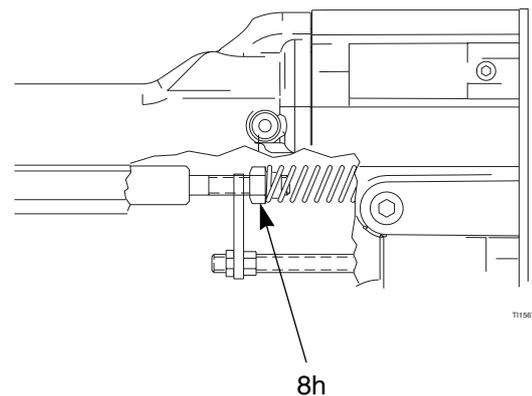

ABB. 23. Elektrodennadel austauschen
2. Nehmen Sie den Ladekopf (2) ab, siehe Seite 9.
3. Entfernen Sie Luftkappe und Düse, siehe Seite 30. Entfernen Sie das Pistolenabdeckblech (48).
4. Schrauben Sie die Elektrodennadel (7) mit dem Multifunktionswerkzeug (37) ab. Halten Sie das Ende der Packungsstange (8h), damit sie sich nicht drehen kann, ABB. 23.
6. Installieren Sie die Materialdüse (4), Seite 30.
7. Installieren Sie das Pistolenabdeckblech (48) und die Luftkappe (3), Seite 30.
8. Installieren Sie den Ladekopf (2), siehe Seite 9.